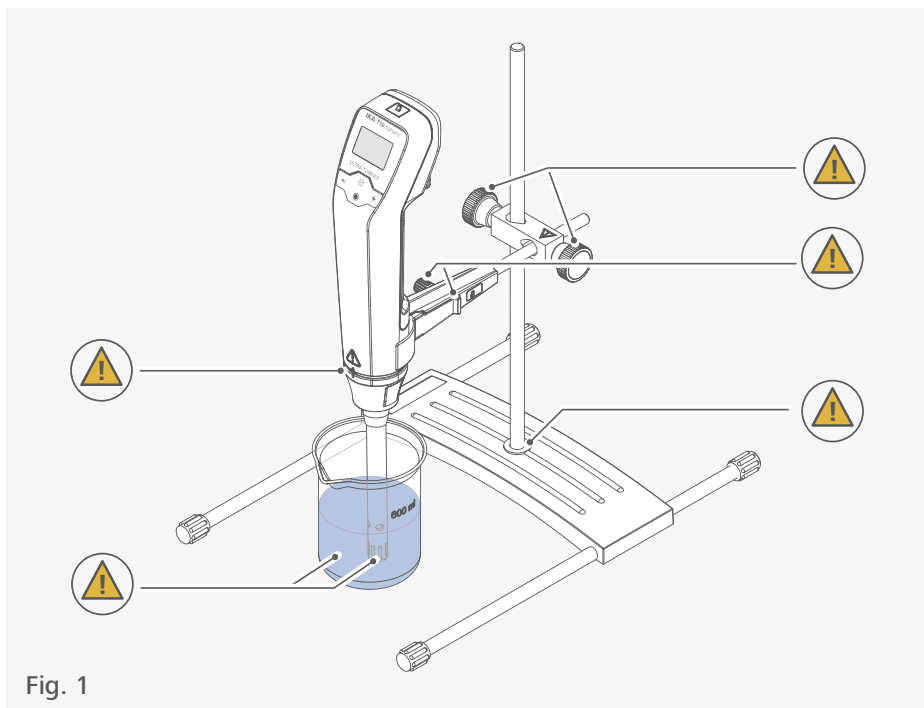

Fig. 1
- > Tenir compte des emplacements dangereux représentés dans la Fig. 1.